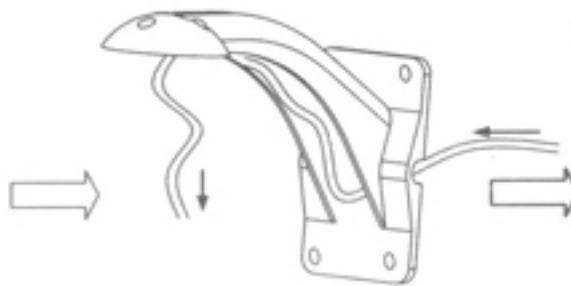

Figure 8
- 3) Протяните системный провод через кронштейн (смотрите рис. 8)